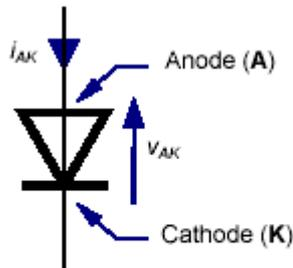

Figure 1 : diode de puissance.
La diode de puissance (Figure 1) est un composant non commandable (ni à la fermeture ni à l'ouverture).
- il est fermé tant que le courant qui le traverse est positif (conventions de la Figure 1).